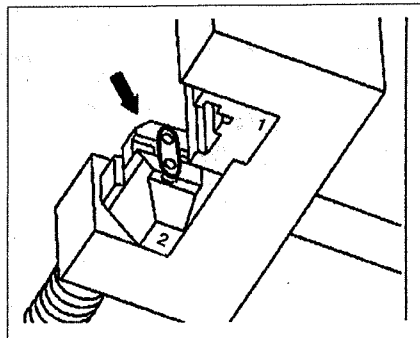

Рис. 2.89. Установите новую наружную плиту (стрелка) в тиски.
8. Установите новую наружную плиту (стрелка) в тиски (см.рис. 2.89).